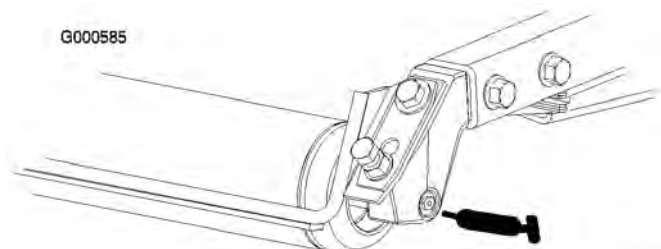

Bild 29
- Hintere Rollenlager (2 pro Mähwerk) (Bild 29)
Hinweis: Für die bündigen Nippel an den Rollen (Bild 29) ist ein Fettspritzenadapter erforderlich. Sie können es mit der Bestellnummer 107-1998 von Ihrem Toro Vertragshändler beziehen.